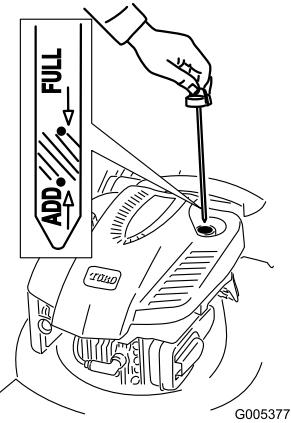

Figura 8
- Retire la varilla (Figura 8).
- Lentamente**, vierta aceite en el tubo de llenado hasta que el nivel llegue a la marca **Full** (lleno) de la varilla (Figura 8). **No llene demasiado.** (Capacidad máxima: 0,59 l, tipo: SAE 30, aceite detergente con clasificación de servicio API SF, SG, SH, SJ, SL o superior.)